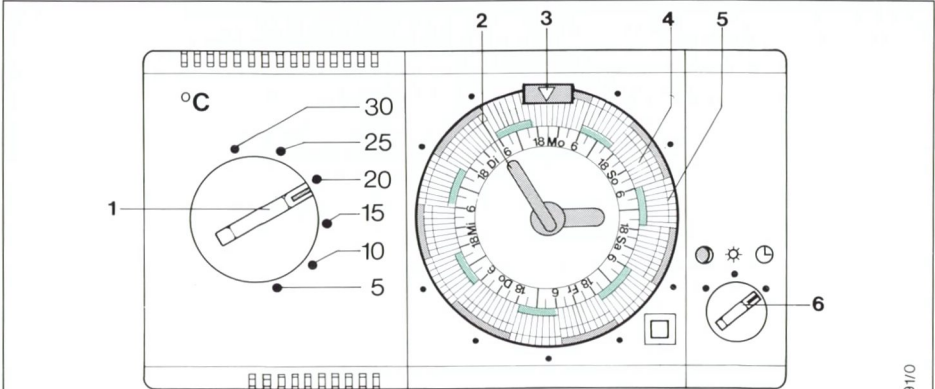
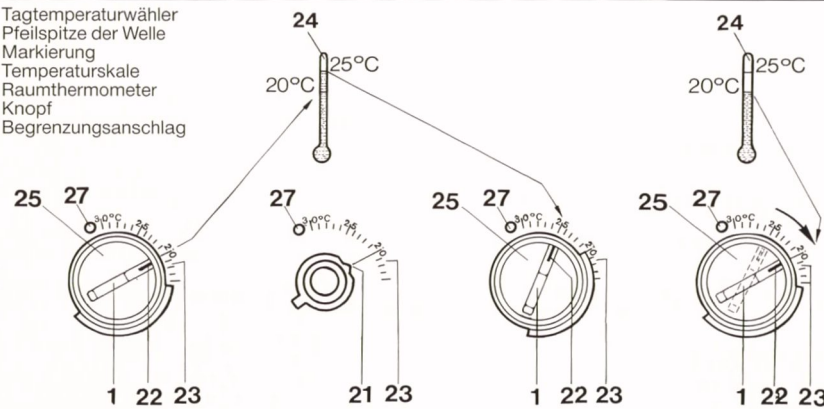

Abb. 1: Bedienungselemente
Abb. 7: Temperaturanzeige anpassen
Beispiel: Bei Heizprogramm nach Abb. 1 schaltet die Heizung um 6 Uhr ein, die eingestellte Tagtemperatur wird etwa um 7 Uhr erreicht. Um 20 Uhr schaltet die Heizung ab, bis etwa 22 Uhr bleibt es angenehm warm.
Im Anlieferungszustand sinkt während der eingestellten Absenkezeiten – Schaltreiter (5) herausgezogen – die Raumtemperatur bis zu 5 K (5°C) gegenüber dem am Tagtemperaturwähler (1, Abb. 1) eingestellten Wert; die Absenkung kann am Potentiometer (20, Abb. 7) bis auf 10 K erweitert werden.
[Als Beispiel in Abb. 7: Tagtemperaturwähler (1, Abb. 1) auf 20°C eingestellt – das Raumthermometer zeigt 25°C an.]
Knopf (25) in ursprünglicher Stellung [in Abb. 8 b: 25°C] aufstecken. Wurde der Knopf (25) nicht entsprechend Abschnitt 12.2.2 versetzt, so stehen Pfeilspitze und Markierung (21 und 22 in Abb. 7) übereinander.
Knopf (25) in ursprünglicher Stellung [in Abb. 9: 20°C] aufstecken. Wurde der Knopf (25) entsprechend Abschnitt 12.2.2 versetzt, so stehen Pfeilspitze und Markierung (21 und 22 in Abb. 7) nicht übereinander.
27 Begrenzungsanschlag (s. Abb. 7)